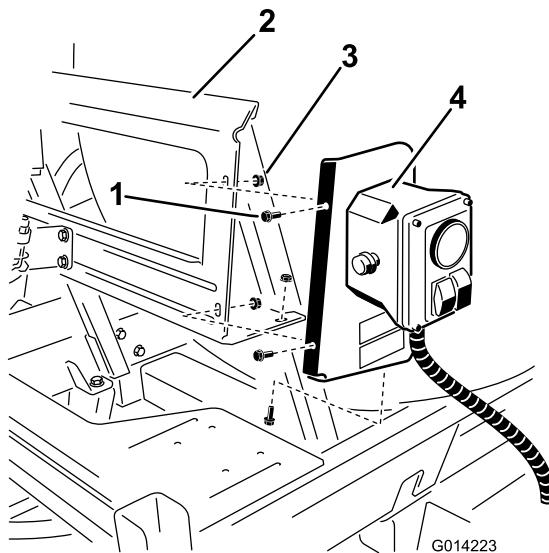

Рисунок 8
2. Установите узел в сборе на монтажный кронштейн с помощью трех болтов (1/4 x 5/8 дюйма) и трех контргаек (1/4 дюйма), как показано на {Рисунок 8}.